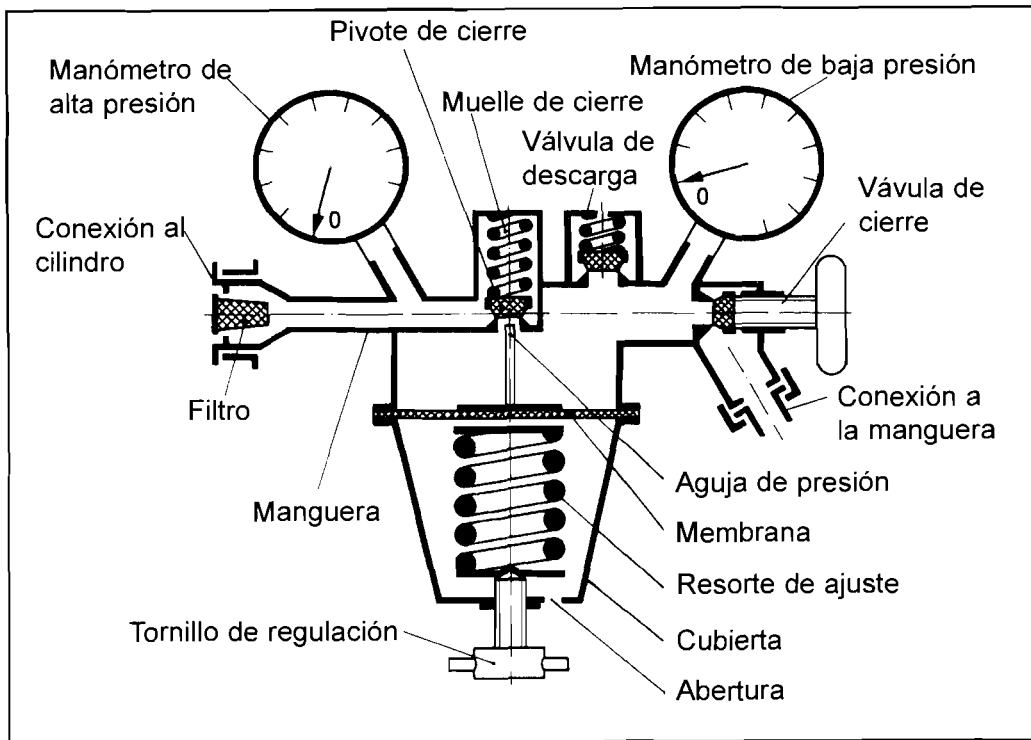

FIGURA 9.4: MANORREDUCTOR
1. Antes de abrir la válvula comprobar que el tornillo de regulación está aflojado (figura 9.4)